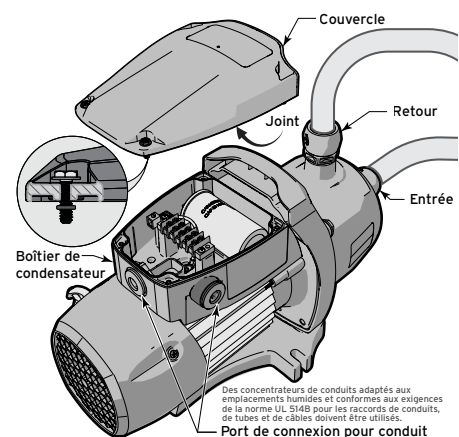

Figure 4. Retrait du câblage d'usine du couvercle d'accès électrique
5. Desserrer sans retirer les 4 vis fixant le couvercle du boîtier électrique au corps de la pompe. Voir Figure 4.
1. Retirer le bouchon du port de connexion du conduit. Voir Figure 4.
5. Fixer le couvercle du boîtier électrique à l'aide de 4 vis. Voir Figure 4.